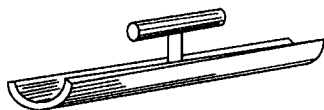
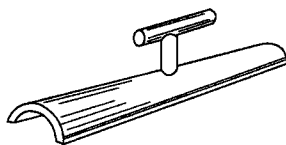

图 1-5 圆阴角抹子
图 1-6 圆阳角抹子
(4) 圆阴、阳角抹子 圆阴角抹子用于水池明沟阴角及穿墙阴角的压光，圆阴角抹子用于楼梯踏步防滑条的压光，如图 1-5、图 1-6 所示。